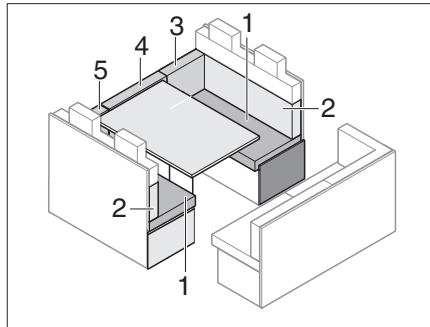

Fig. 199 Avant la transformation
- Enlever les coussins de dossier (Fig. 199,3,4 et 5) et les placer de côté.